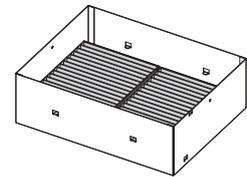

Figura 3
- Cuando las dos unidades de filtro de aire están instaladas (Figura 3), continúe en “Instalación de la cubierta para filtro de larga duración” (➔ página 236).